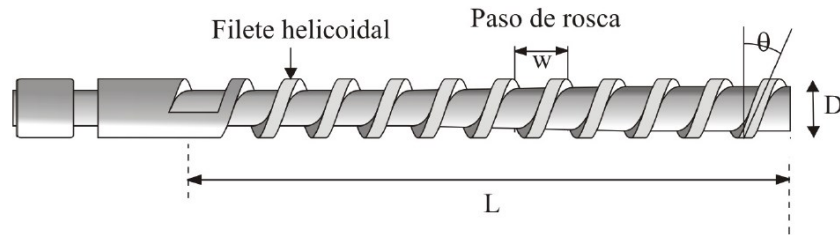

Figura 17: Tornillo de una extrusora
"El tornillo o husillo consiste en un cilindro largo rodeado por un filete helicoidal (*Figura 17*). El tornillo es una de las partes más importantes ya que contribuye a realizar las funciones de transportar, calentar, fundir y mezclar el material. La estabilidad del proceso y la calidad del producto que se obtiene dependen en gran medida del diseño del tornillo. Los parámetros más importantes en el diseño del tornillo son su longitud (L), diámetro (D), el ángulo del filete (θ) y el paso de rosca (w). " [23]. Otros parámetros relevantes son el ancho y altura de filete.